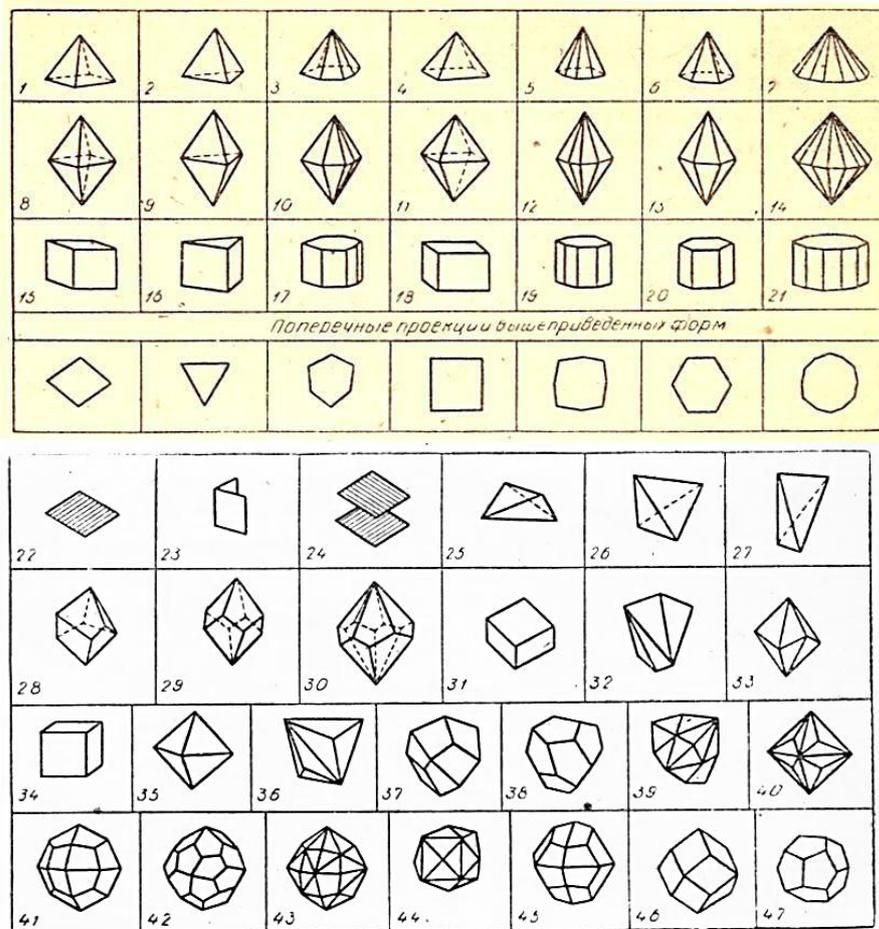

Рис. 1. Простые формы кристаллов.
**Задание 1.** Ознакомиться с номенклатурой простых форм кристаллов (рис. 1), научиться определять элементы симметрии и название простой формы на моделях кристаллов. Результаты определения оформить в виде таблицы 2.